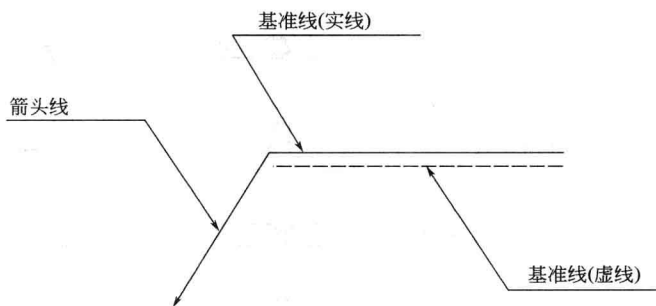

图 1-2 指引线
⑤ 指引线。指引线由箭头线和基准线（实线和虚线）组成，见图 1-2。